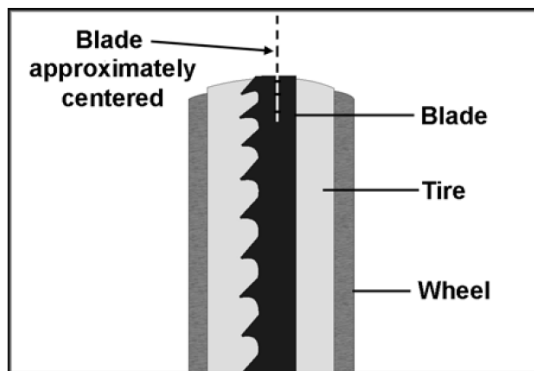

Рисунок 7-14
6. Поверните колесо вручную, наблюдая за положением пильного полотна через окно регулировки. При повороте колеса переведите рычаг натяжения в положение полного натяжения. Пильное полотно должно продолжать двигаться по центру шины (рис. 7-14).